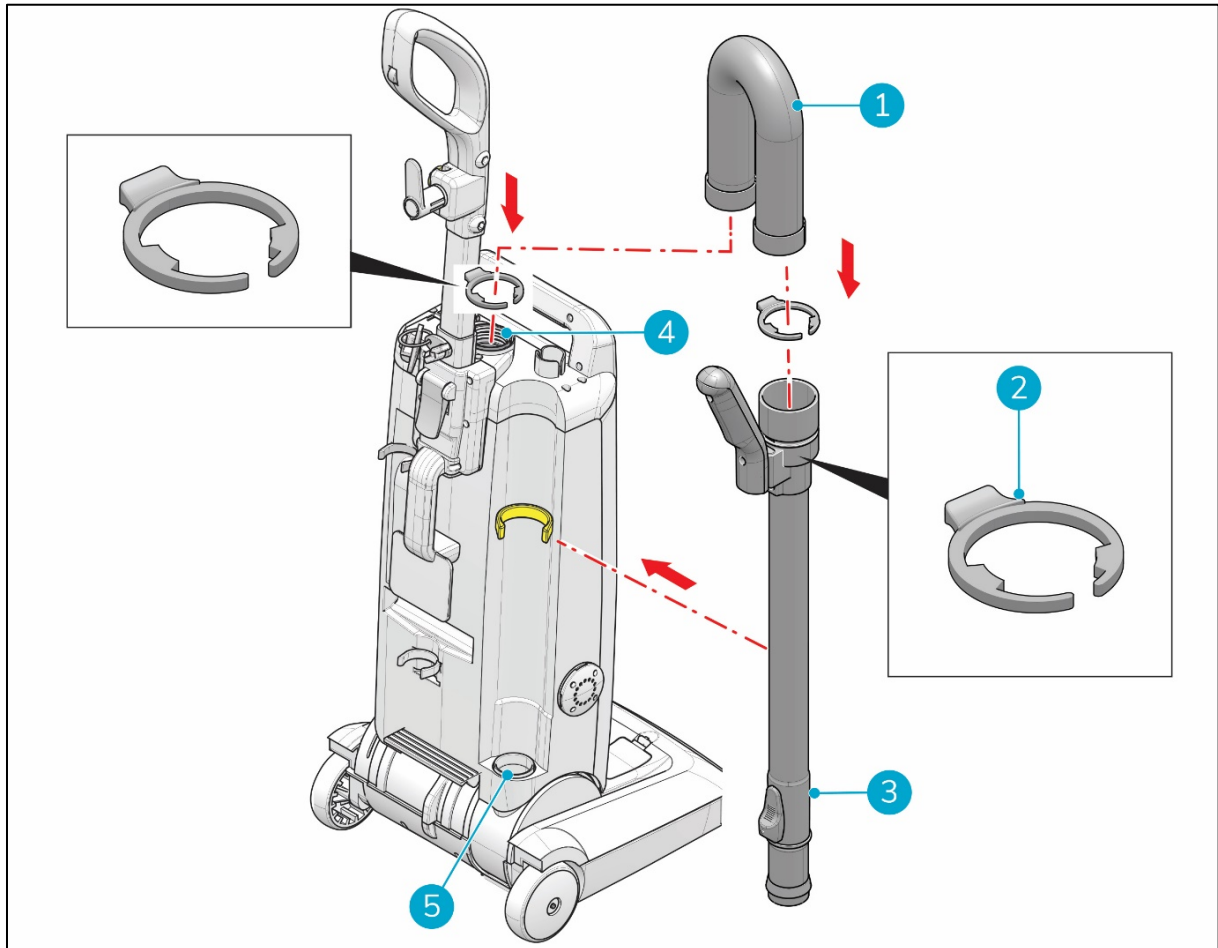

Abbildung 9
1. Verbinden Sie ein Schlauchende (Abbildung 9, Pos. 1) mit der größeren Öffnung des Teleskopsaugrohrs (Abbildung 9, Pos. 3). Drücken Sie dabei den Clip (Abbildung 9, Pos. 2).
2. Verbinden Sie die andere Seite des Schlauchs mit der Haupteinheit (Abbildung 9, Pos. 4), während Sie den Clip drücken (Abbildung 9, Pos. 2).
3. Platzieren Sie das schmale Ende des Teleskopsaugrohrs in der runden Öffnung (Abbildung 9, Pos. 5) unten in der Haupteinheit.